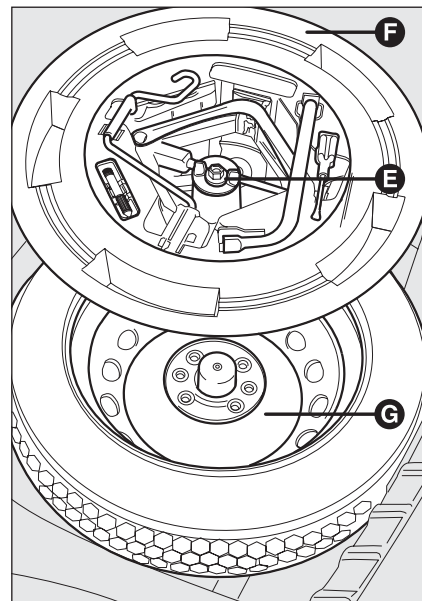

fig. 10
- ☐ sistemare il ruotino di scorta **G**-fig. 10 nell'apposito vano ricavato nel bagagliaio;